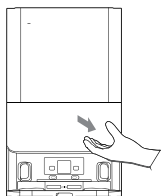

Рис. 19
1. Откройте крышку док-станции. [Рис. 19]